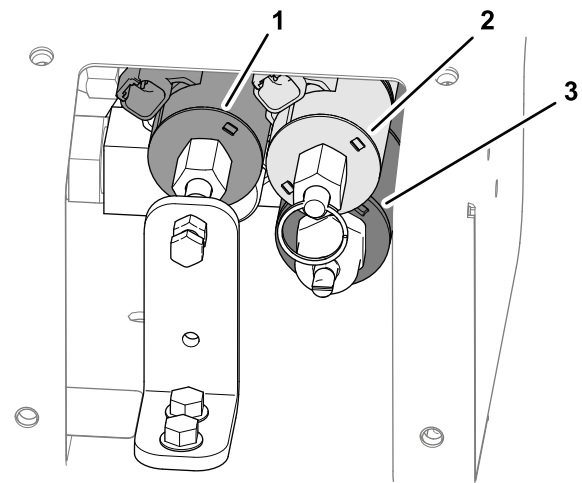

Figura 29
3. Localice las 3 válvulas de control (Figura 29).